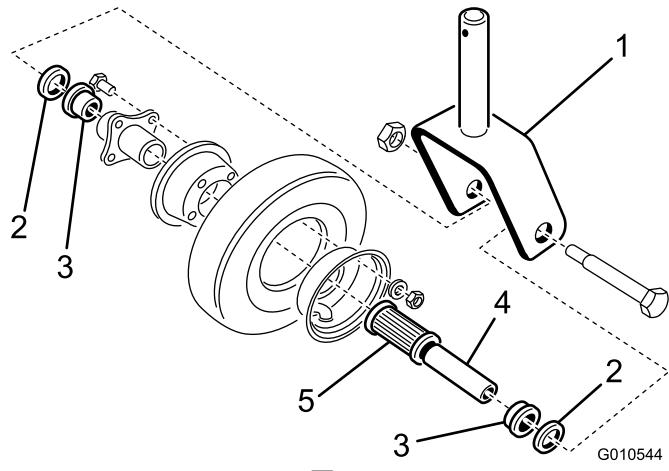

図 19
- キャスター ホイール・アセンブリをキャスター フォークに保持しているボルトからロックナットを外す(図 19)。キャスター ホイールをしっかりと握り、ボルトをフォークから抜き取る。
- ホイールを横に傾けると、スパンナブッシュ(図 19)が落ちてくる。
- ホイールのハブからベアリングリテナーを1個取り外すと、ベアリングが落ちてくる。ホイールハブの反対側からもベアリングリテナーを外す(図 19)。